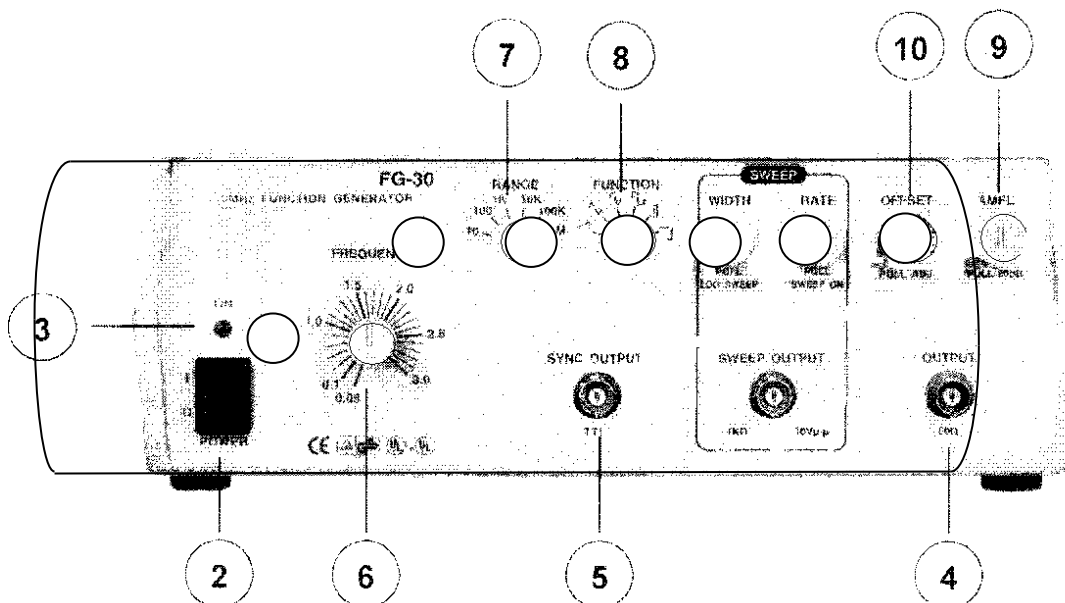

Рисунок 8 – Зовнішній вигляд генератора функцій FG-30
3.1 Порядок налаштування генератора функцій FG-30 для виконання вимірювань параметрів сигналу (див. рисунок 8)